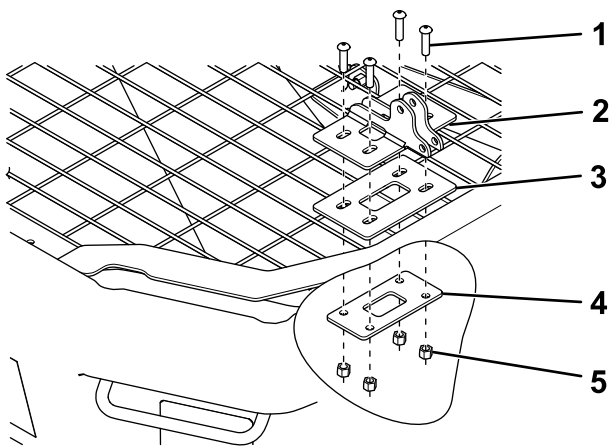

Figure 16
- Pour les épandeurs VBX 8000, utilisez 4 boulons ( $\frac{3}{8}$  x 1½ po), 1 plaque intermédiaire et 4 écrous (Figure 16).
- Pour les épandeurs VBX 8000, utilisez 4 boulons ( $\frac{3}{8}$  x  $1\frac{1}{2}$  po), 1 plaque intermédiaire et 4 écrous (Figure 16).